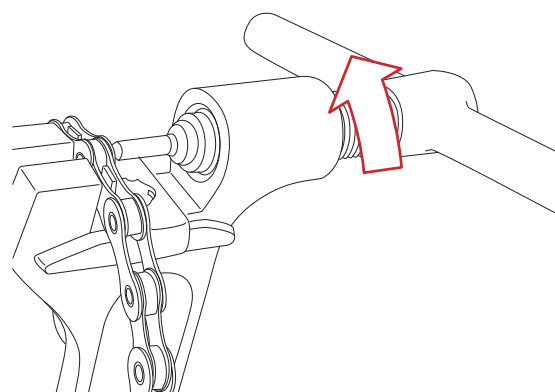

Fig.5
- avvitate l'utensile finché il piolino non sia completamente uscito dal foro della maglia (Fig. 5).